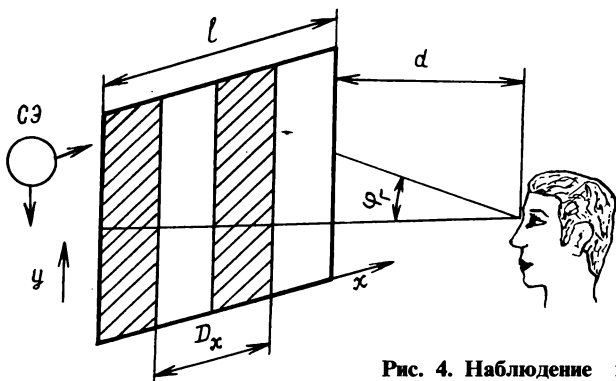

Рис. 4. Наблюдение вертикальных полос
На рис. 4 приведен угол охвата φ_r , под которым наблюдатель видит ширину изображения l . Здесь $\operatorname{tg}(\varphi_r/2) = l/2d$, $\operatorname{tg}(\varphi_r/2) \cong \varphi_r/2$ (в рад), т. е. $\varphi_r/2 \cong l/2d$, откуда $\varphi_r = l/d$ (в рад) или
Определим временную частоту $f_{xвр}$ видеосигнала, соответствующего изображению, представленному на рис. 4. Для этого подставим n_x из (10) в (16) с учетом того, что $l = Kh$. Тогда $f_{xвр}$ в пл/град:
В. Пространственная частота изображения по горизонтали (по оси x). Обозначается F^x , выражается числом пл на l , т. е. числом пар линий, размещающихся на ширине изображения l . Из рис. 4 имеем в кадре